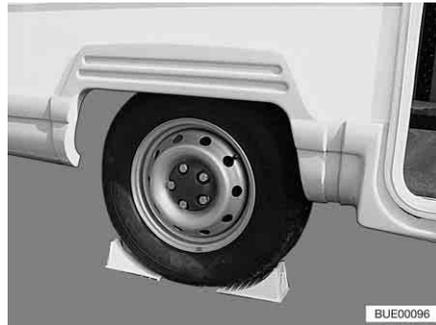

Fig. 275 Asegurar el vehículo
- Colocar las cuñas de calzo u objetos similares adecuados debajo de la rueda opuesta para asegurar el vehículo (Fig. 275).